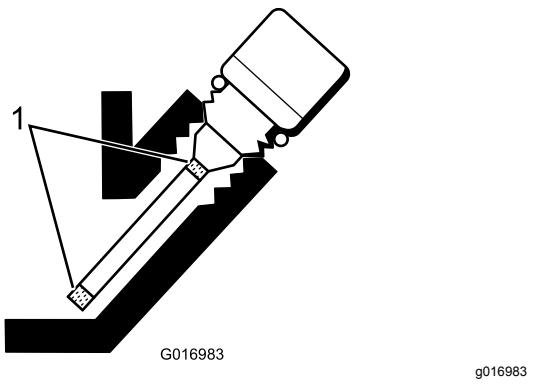

Рисунок 30
- Если уровень низкий, добавьте ровно столько масла, чтобы его уровень находился между насечками на щупе (Рисунок 30).